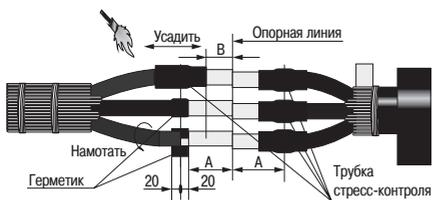

Рисунок 4
4.9 Для каждой жилы ленту-герметик плотно намотать с заходом 20 мм на ступень полупроводящего экрана и на 20 мм на поверхность полиэтиленовой изоляции, обжать рукой (рисунок 4).
4.10 Надеть на каждую жилу трубку стресс-контроля, установить её на расстоянии В (размер «В» взять из таблицы 1) от края жилы и усадить с помощью горелки, начиная от конца жилы и далее по направлению к корешку разделки кабеля (рисунок 4).